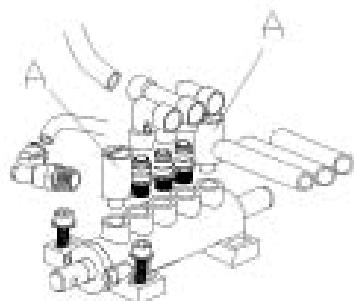

рис.11
8) Для очистки или замены центрального обратного клапана снимите крышку с левой стороны аппарата. 9) Отсоедините воздушные шланги, подходящие к клапану. 10) Потоком сжатого воздуха прочистите клапан. При необходимости замените его. 11) Для очистки или замены клапана отжима покрышки повторите шаги 8, 9, 10 (см. рис.11).